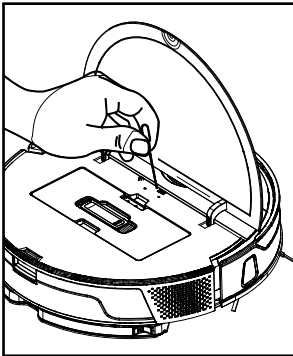

Abb. 7
- ▶ Drücken Sie hierzu mit einem spitzen Gegenstand (Nadel, Kugelschreibermine) den RESET-Knopf (vgl. Abb. 7) und wiederholen im Anschluss den Kopplungsprozess.